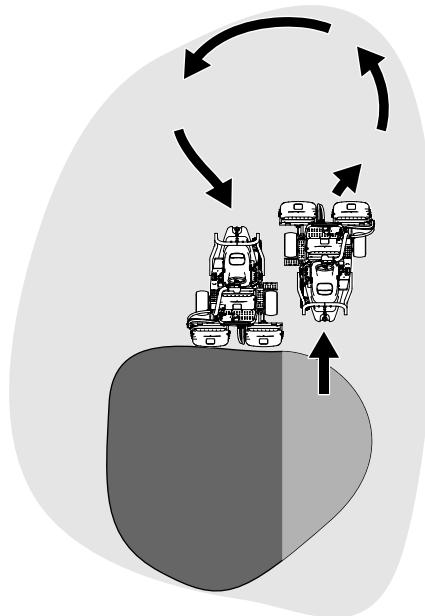

図 35
6. U ターンするとき、一旦反対側にハンドルを切つてから旋回すると、楽に、しかも効率良く回ることができて次の列そろえが楽になります。反対側に軽く振ってから旋回すると雨だれ形の旋回 **図 35** になって、スムーズに次の列に入ることができます。